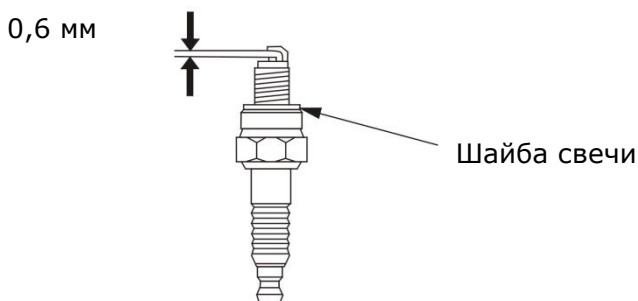

Рисунок 4
- Проверьте зазор между электродами, он должен составлять 0,6 мм (Рисунок 4)